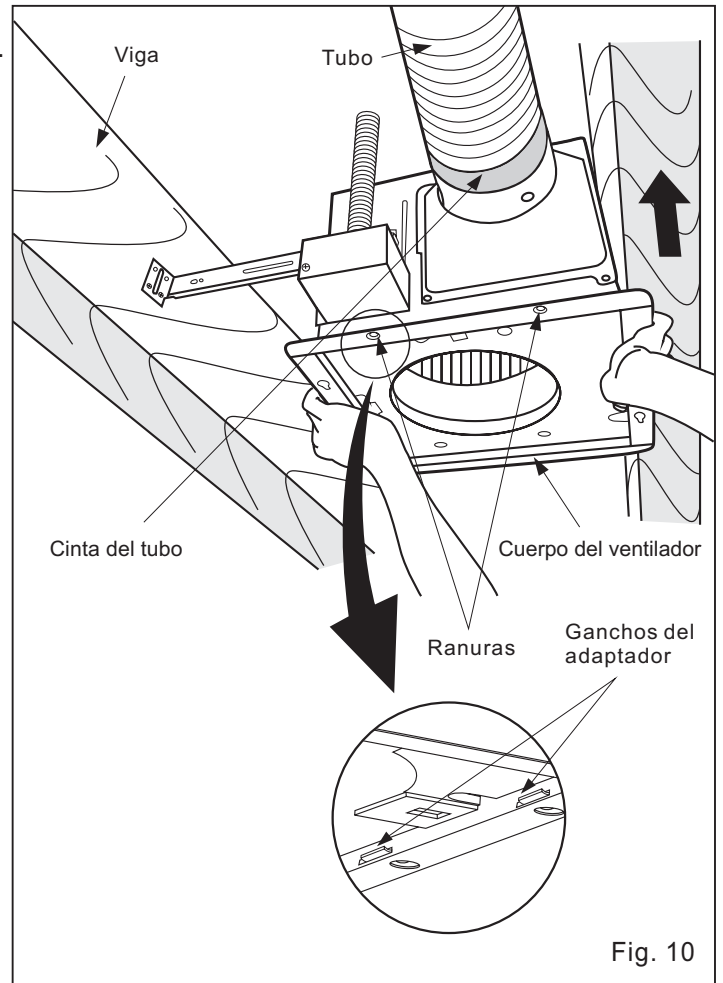

Fig. 10
5. Introduzca el cuerpo del ventilador en las vigas. (Fig. 10)
4. Inserte el cuerpo del ventilador (sin la sección del soplador) en el cielo raso. (Fig. 10)